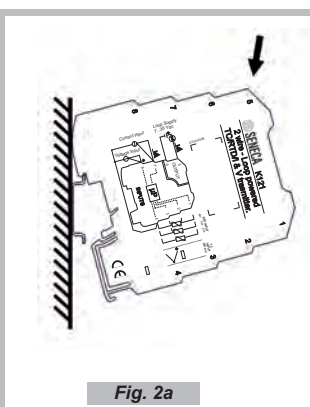

Fig. 2a
- 1) Accrocher le module dans la partie supérieure du guide (comme indiqué sur la Fig.2a)